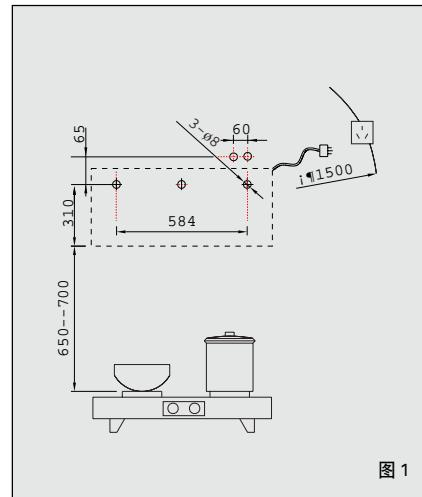
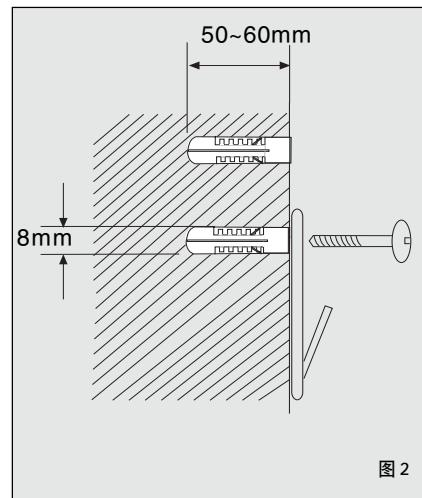

图 1
图 2
1、按图 1 尺寸在灶具上方坚实的地方准确确定冲击钻孔位置。冲击钻配上 Ø8 的麻花钻头或 Ø6 的冲击钻头，在钻孔位置上钻出 5 个直径为 8 mm，深为 50~60mm 的孔，牢固埋设膨胀管，旋入木螺钉拧紧。（如图 2）
- ☆ 电源插座应在小于 1500mm 的地方（如图 1 所示）。